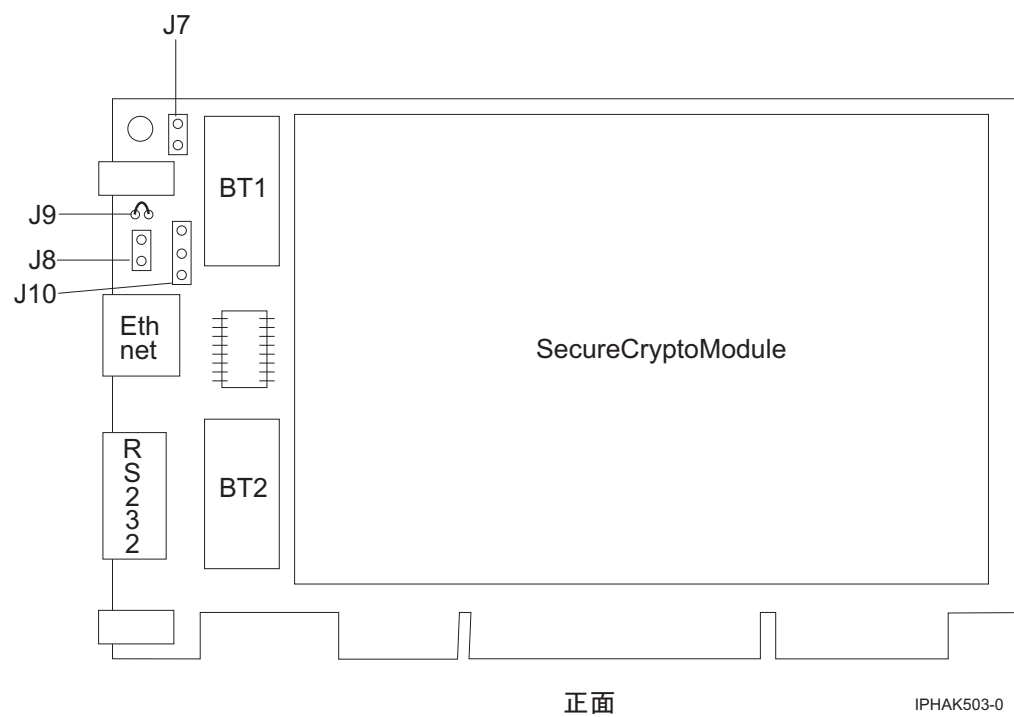

図 51. アダプター正面
6. キットに付属しているバッテリー・トレイに、新しいバッテリーのうち 1 つを挿入します。バッテリーの + をバッテリー・トレイの + (赤いワイヤーが付いている端) の位置に合わせてください。トレイのワイヤーを RS-232 シリアル・ポートの付近にある J10 コネクタに接続します。187 ページの図 51 を参照してください。コネクタは、正しく接続されるように分極されています。